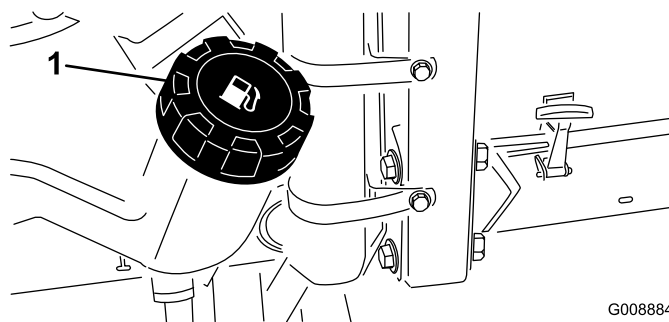

図 34
1. 燃料タンクのキャップ（図 34）の周囲をきれいに拭く。